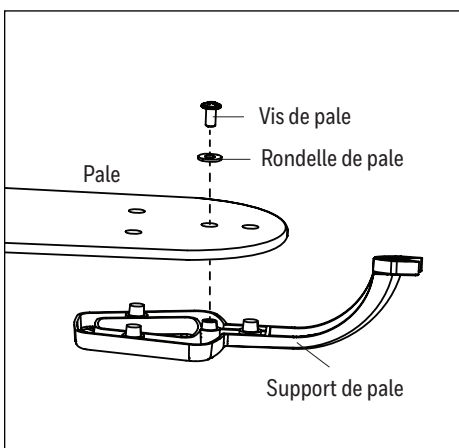

Figure 4.4
- Alignez les montants de la fixation de pale aux trous correspondants sur la pale. Fixez ensuite la vis de pale à une rondelle de pale aux endroits indiqués pour fixer les montants de la fixation de pale à la pale. Serrez la vis de pale. Répétez cette étape pour les autres pales et supports de pale (Figure 4.4).